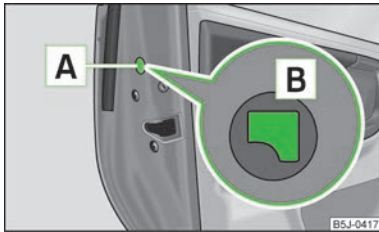

Fig. 16
- > Demontați masca **A** » fig. 16.